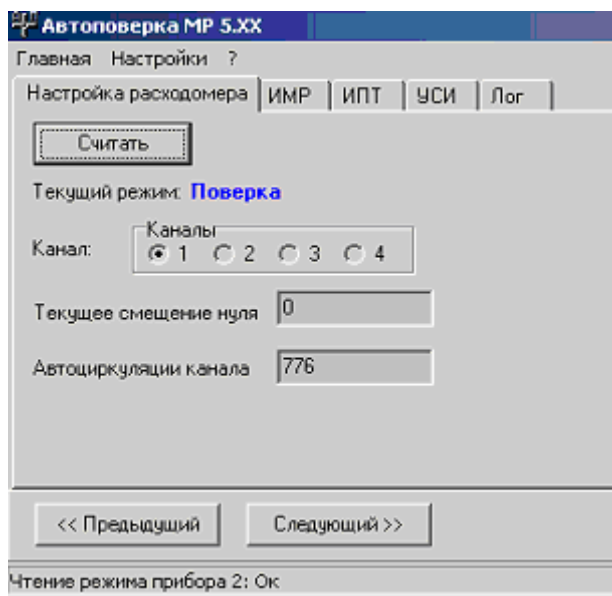

Рис. 19. Вид вкладки «Настройка расходомера».
- 2.5.3.4. Нажать кнопку **Следующий** (либо кнопку **Предыдущий**, если описывали токовый выход) и в открывшейся вкладке **Настройка расходомера** выбратьверяемый канал. Провести подсчет числа автоциркуляций, нажав кнопку **Считать** (рис.19).